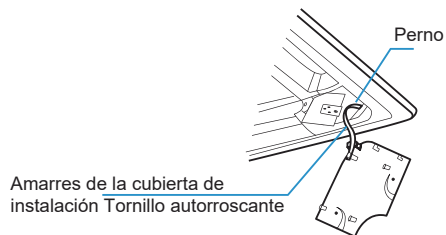

Figura 3.20
(1) Asegure los amarres de la cubierta de instalación en el perno en la cubierta de instalación con tornillos. Véase Figura 3.20.